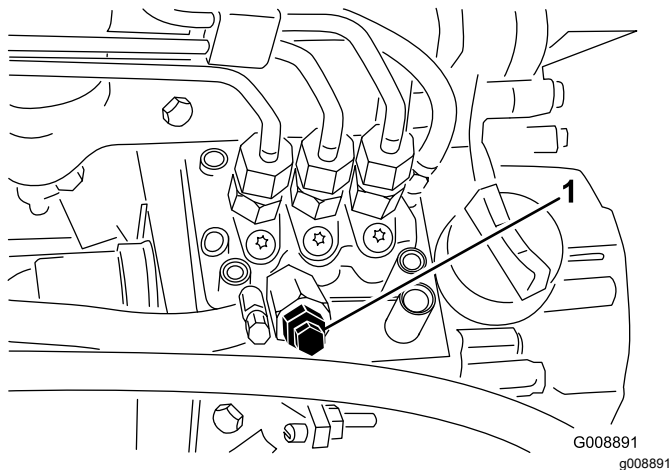

Bild 46
- Öffnen Sie die Entlüftungsschraube an der Kraftstoffeinspritzpumpe (**Bild 46**).